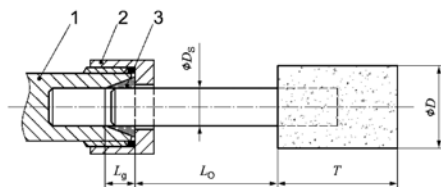

Figura 1: Lungimea de încăstrare a mandrinei și clemei de strângere
- Țineți cont de faptul următor: la corpurile abrazive mici trebuie redusă turația din cauza prelungirii distanței dintre capătul clemei de strângere și corpul abraziv mic (surplus). Respectați lungimea minimă de încăstrare de 10 mm. (Consultați figura 1 și recomandările producătorului de corpuri abrazive mici).